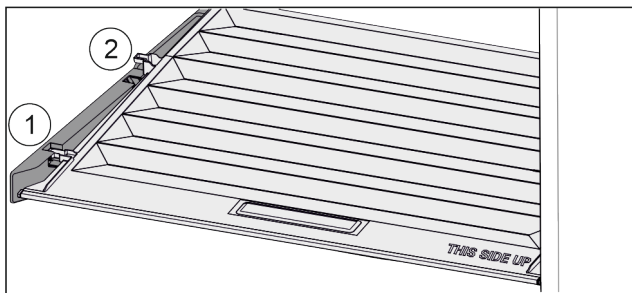

Fig. 37
- Vytáhněte víko dopředu až k otvoru v přídržných dílech Fig. 37 (1).
- Vzádu zespodu nadzvedněte a vyjměte směrem nahoru Fig. 37 (2).